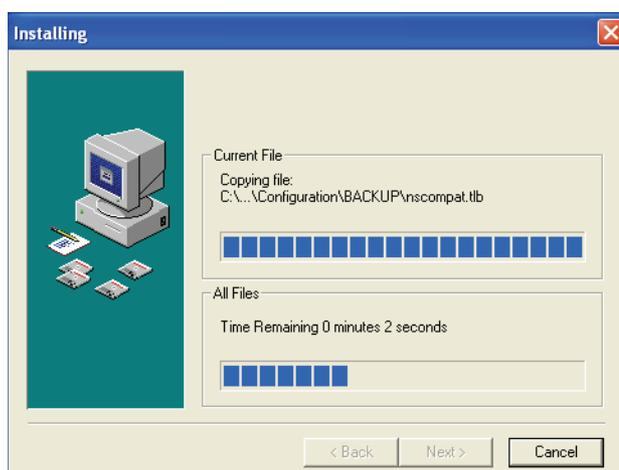

figure 8.5: Installation du logiciel
- 5 Suivez les instructions de la fenêtre puis cliquez sur [Next]. Le logiciel commence son installation (voir figure 8.5).